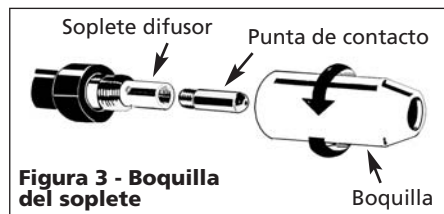

Figura 3 - Boquilla del soplete
- Desenrosque la boquilla y la punta de contacto del extremo de soplete (Ver la Figura 3). Enchufe la soldadora en un tomacorriente adecuado.
9. Con cuidado deslice la punta de contacto sobre el alambre, enrosque la punta en el extremo del soplete y vuelva a instalar la boquilla (Ver la Figura 3). Corte el alambre a cerca de 1/4 de pulgada (6 mm) del extremo de la boquilla.